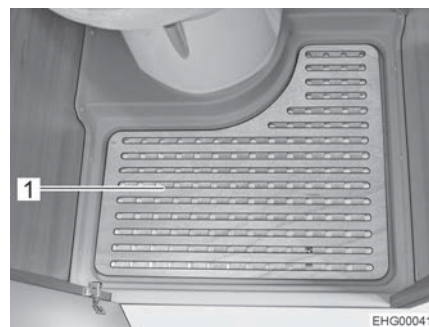

Bild 149 Herausnehmbare Bodenplatte
- Herausnehmbare Bodenplatte (Bild 149,1) zum Duschen entfernen.